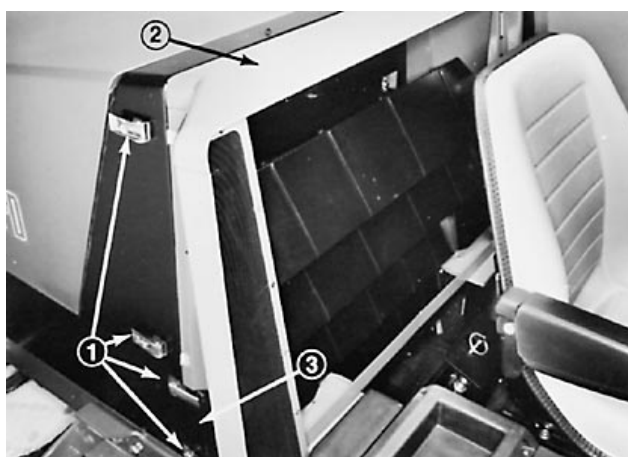

Figure 40
B. Déverrouiller les poignées de verrouillage de chaque côté et déposer la calandre et le support de la grille (Fig. 40).